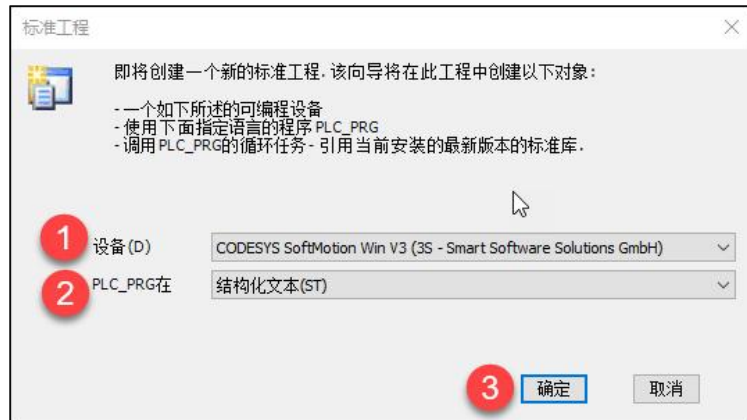

图 5-2-34 选择设备与编程语言
在标准工程窗口中设备选择 “CODESYS SoftMotion Win V3”, PLC_PRG 编程语言选择 “结构化文本 (ST)”, 如图 5-2-34 所示。